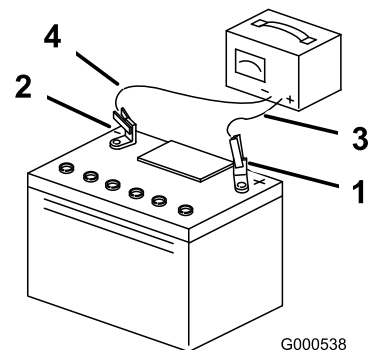

Figure 54
5. Quand la batterie est chargée au maximum, débranchez le chargeur de la prise, et débranchez les fils du chargeur des bornes de la batterie (Figure 54).